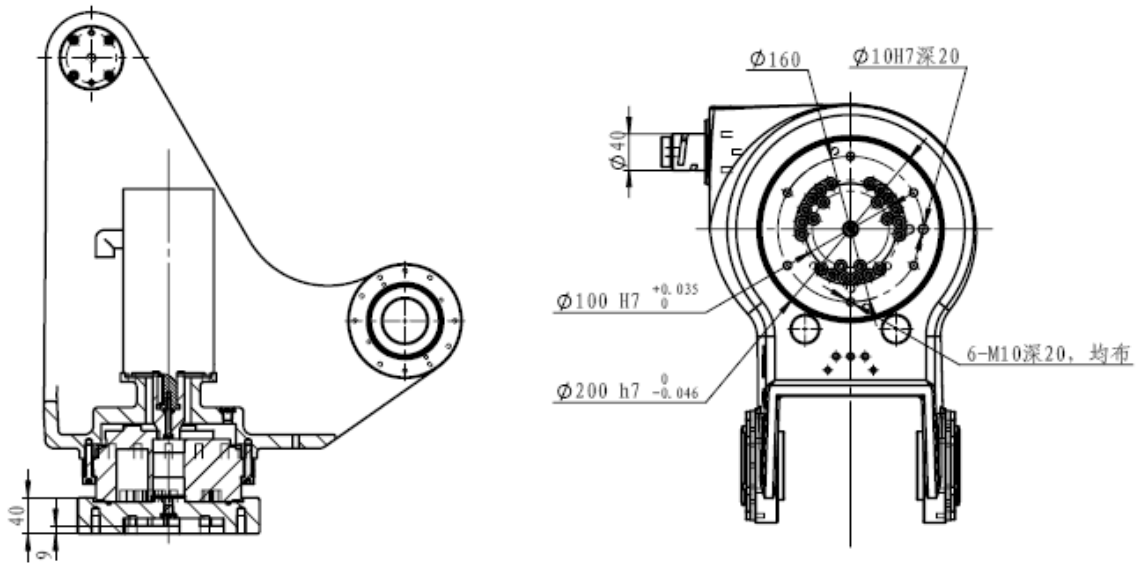

图 3-3 SP200/SP275 工具法兰安装尺寸图
2. SP200/SP275 工具法兰安装尺寸如图 3-3 所示。